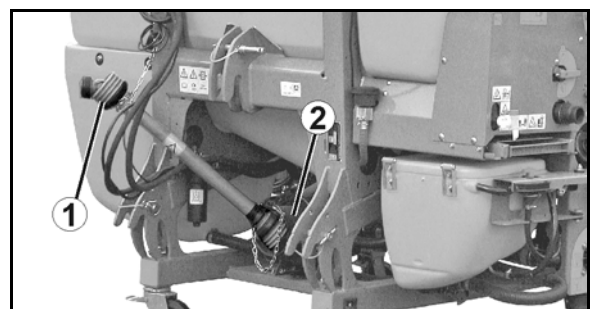

Bild 12
- Bild 12/...
- (1) Skydd för kraftöverföringsaxel
- (2) Maskinens skyddstratt